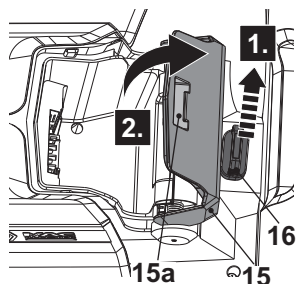

Fig. 8
1. Démontez la clé de sécurité (16) et gardez-la de côté pour éviter de la perdre (Fig. 8, étape 1).
2. Utilisez la rainure (15a) pour ouvrir le couvercle du compartiment de la batterie (15) (Fig. 8, étape 2).